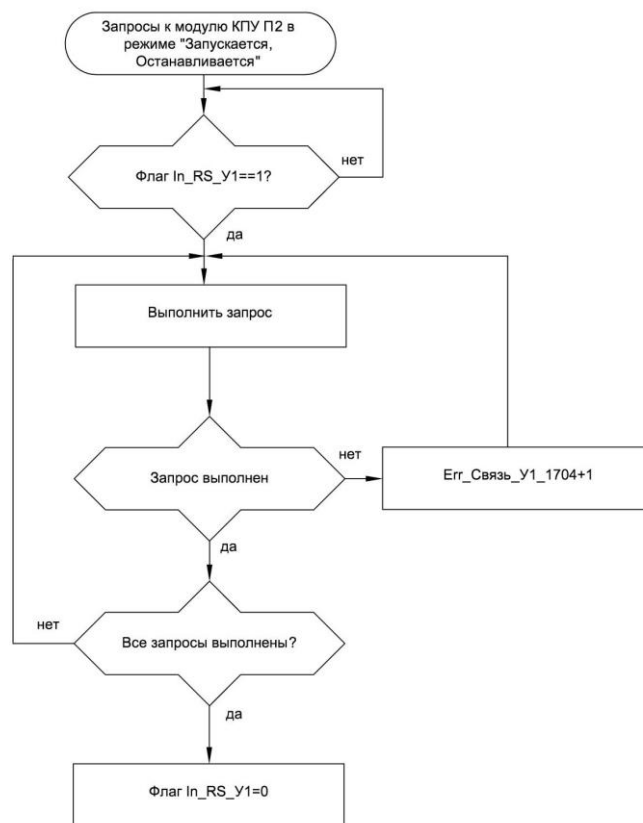

Рис. 10
- задание запросы в режиме Запуск, Останов – выполняются по заданному алгоритму по флагу Рис. 10.